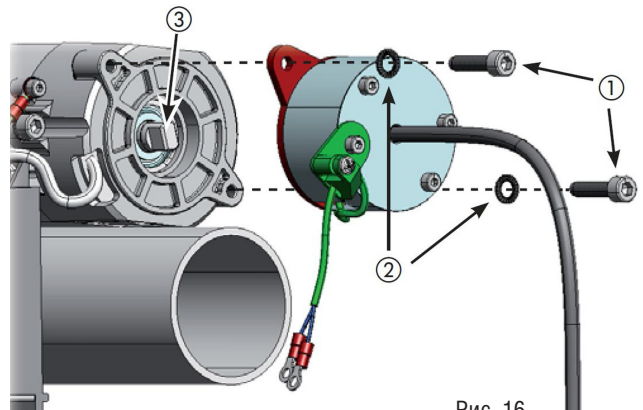

Рис. 16
2. Соедините электро-тормоз с мотором как показано на рис.16
3. Используя соединительные элементы (2) и (1) зафиксируйте электро-тормоз на моторе.